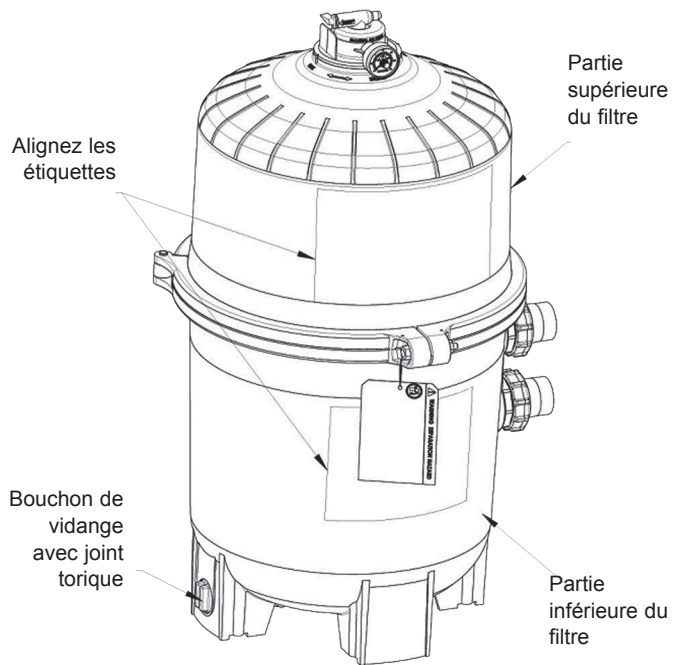

Figure 5
1. Placez le joint armé en métal sur la partie inférieure du filtre (Fig. 4). Placez la partie supérieure du filtre sur le joint armé en métal Hayward DEX2422Z2 et sur la partie inférieure du filtre dans une position dans laquelle l'ensemble des étiquettes d'utilisation et de sécurité sont clairement visibles et la partie supérieure est parfaitement centrée par rapport à la partie inférieure du filtre. (FIG. 5)
2. Remplacez le collier de serrage autour du filtre. Tenez les extrémités du collier de serrage de manière à les positionner à côté des étiquettes d'utilisation et de sécurité du filtre. (Fig. 5.)